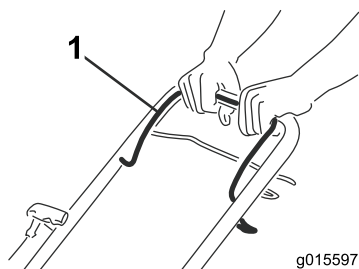

Figura 13
1. Mantenha a barra de controlo da lâmina Figura 13 encostada ao manípulo.